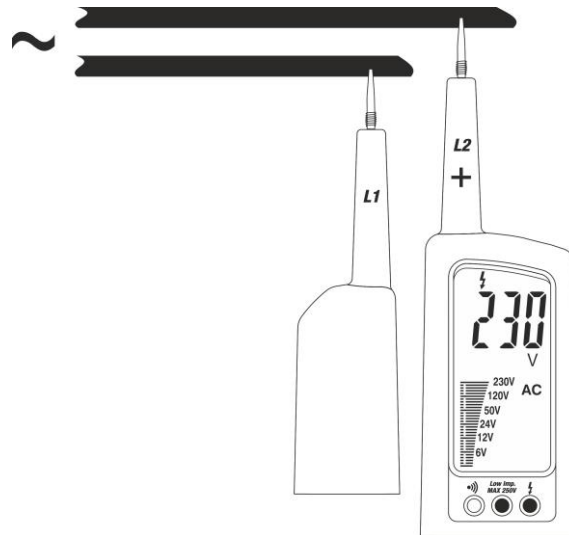

Fig. 4: Medida de Tensión CA a baja impedancia
2. Conecte las puntas **L1** y **L2** al objeto en pruebas (ver la Fig.4). La medida se realiza **sólo cuando las puntas están en contacto con conductores activos**.